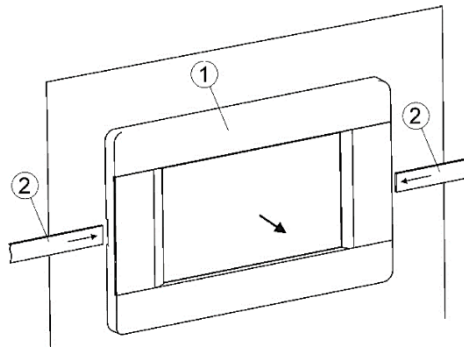

Abbildung 11: Abnehmen des Bedienfelds
Zum Auswechseln der Schalttafel (1) muss die Tafel von der Kesseltürabdeckung entfernt werden, indem geeignete flache Gegenstände (2) in die in Abbildung 11 gezeigten Schlitzte eingeführt werden. Dadurch lösen sich die Blendenanschlüsse und die Blende kann entfernt werden.